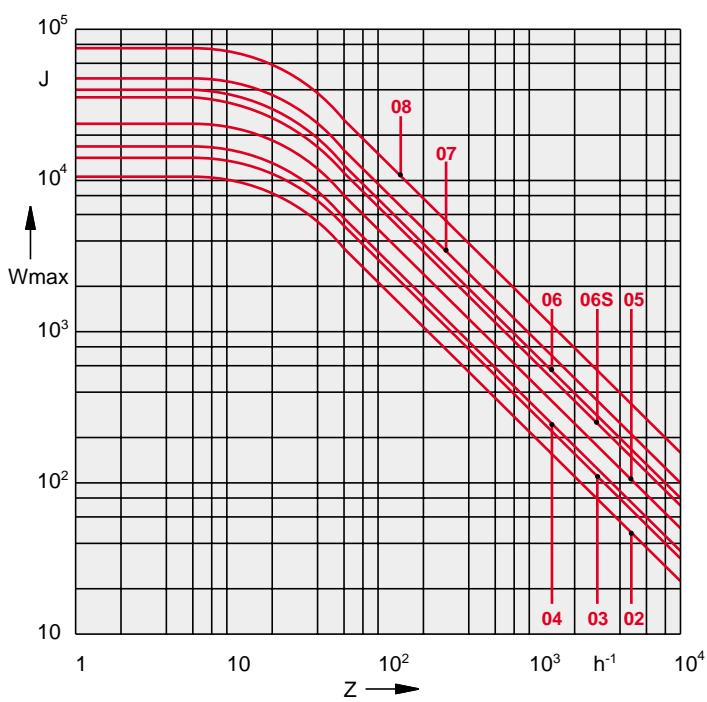

Fig. 5
**L'energia cinetica nominale  $P_n$**  è il lavoro orario dell'apparecchio. I valori della massima energia cinetica  $W_{\max}$  dissipabile dall'apparecchio in ogni singola manovra possono essere ricavati dal diagramma (fig. 5). I valori sono indicativi.
The values of the maximum kinetic energy  $W_{\max}$  dispersible from the operating set per each engagement can be read in the diagram (fig. 5). The values are approximate.